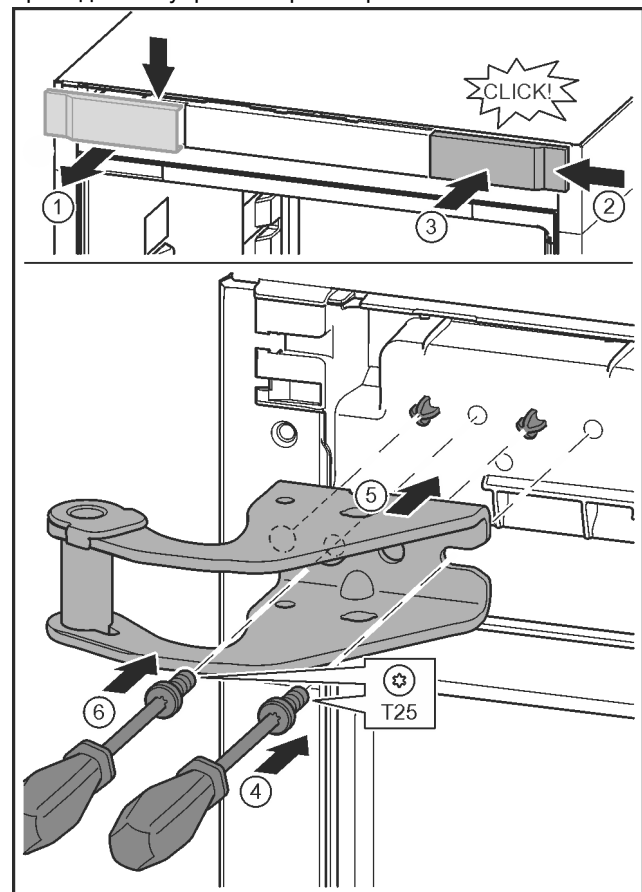

Fig. 26
- ▶ Отпустить крышку и снять сбоку. Fig. 26 (1)
- ▶ Навесить крышку, повернув ее на 180°, справа с другой стороны. Fig. 26 (2)
- ▶ Крышку зафиксировать. Fig. 26 (3)
- ▶ Установить винт отверткой T25. Fig. 26 (4)
- ▶ Установить верхний опорный кронштейн. Fig. 26 (5)
- ▶ Затянуть винт. Fig. 26 (4)
- ▶ Вставить и затянуть винт отверткой T25. Fig. 26 (6)